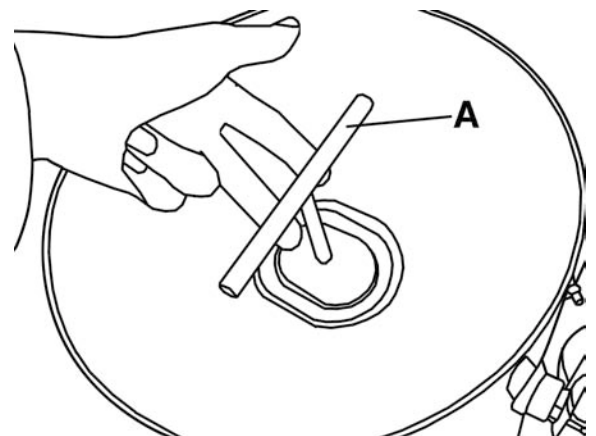

Figure 6
Trouvez le couvercle avec poignée (A) Fig.6. Ce couvercle se positionne dans l'ouverture du réservoir à pression. Pour mettre le réservoir sous pression lorsqu'il y a de l'air comprimé introduit dans le réservoir, il est nécessaire de soulever la poignée du couvercle, le couvercle sera aspirer contre le haut du réservoir et la pression s'accumulera à l'intérieur du réservoir. Voir Fig.6.